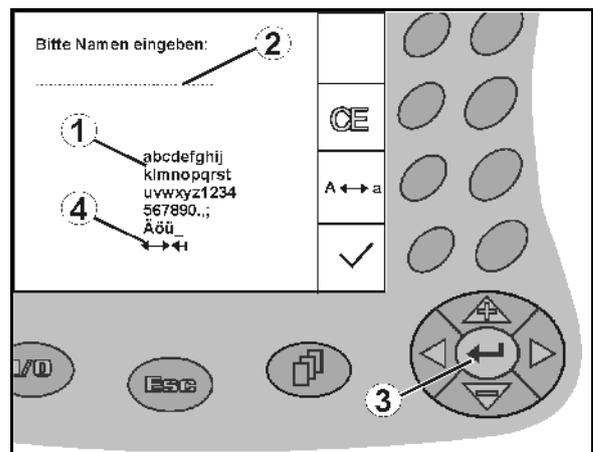

Рис. 12
В случае необходимости ввода текста или чисел на дисплее **AMATRON⁺** появляется меню ввода (Рис. 12).
В нижней части дисплея появляется поле выбора (Рис. 12/1) с буквами, числами и стрелками, с помощью которых формируется строка ввода (Рис. 12/2) (содержащая текст или числа).
,  ,  ,  выбор букв или цифр в поле выбора (Рис. 12/3).
-  перенос выбранных чисел и букв в строку ввода (Рис. 12/3).
Указатели в виде стрелки  , расположенные в поле ввода (Рис. 12/4), позволяют перемещаться внутри текста в строке ввода.
Указатель в виде стрелки  , расположенный в поле ввода (Рис. 12/4), позволяет удалять последний введенный знак.